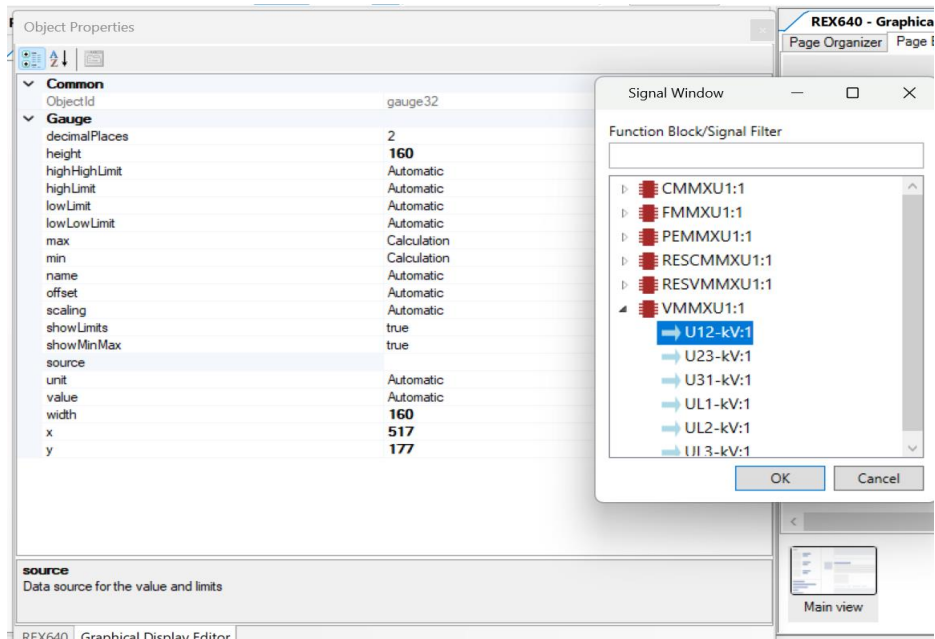

Imagen 159_ Seleccionando medición de Voltaje de Page Editor.
3.21 En esta ventana seleccionaremos la opción para el voltaje “U12-kV:1” le damos clic en “OK” como se observa en la **Imagen 159**.